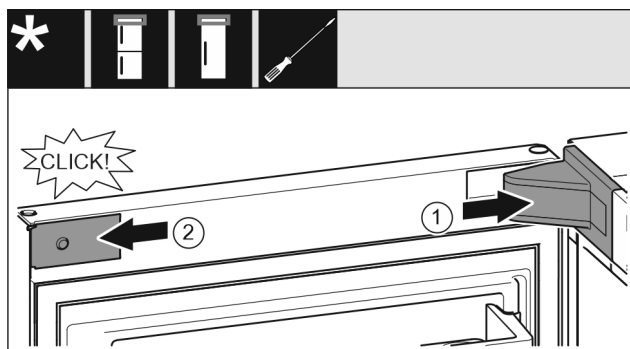

Fig. 34
- ▶ Założyć osłonę płytki zawiasu i zazębnić, ew. ostrożnie odsunąć. Fig. 34 (1)
- ▶ Założyć zaślepkę z boku i zazębnić. Fig. 34 (2)